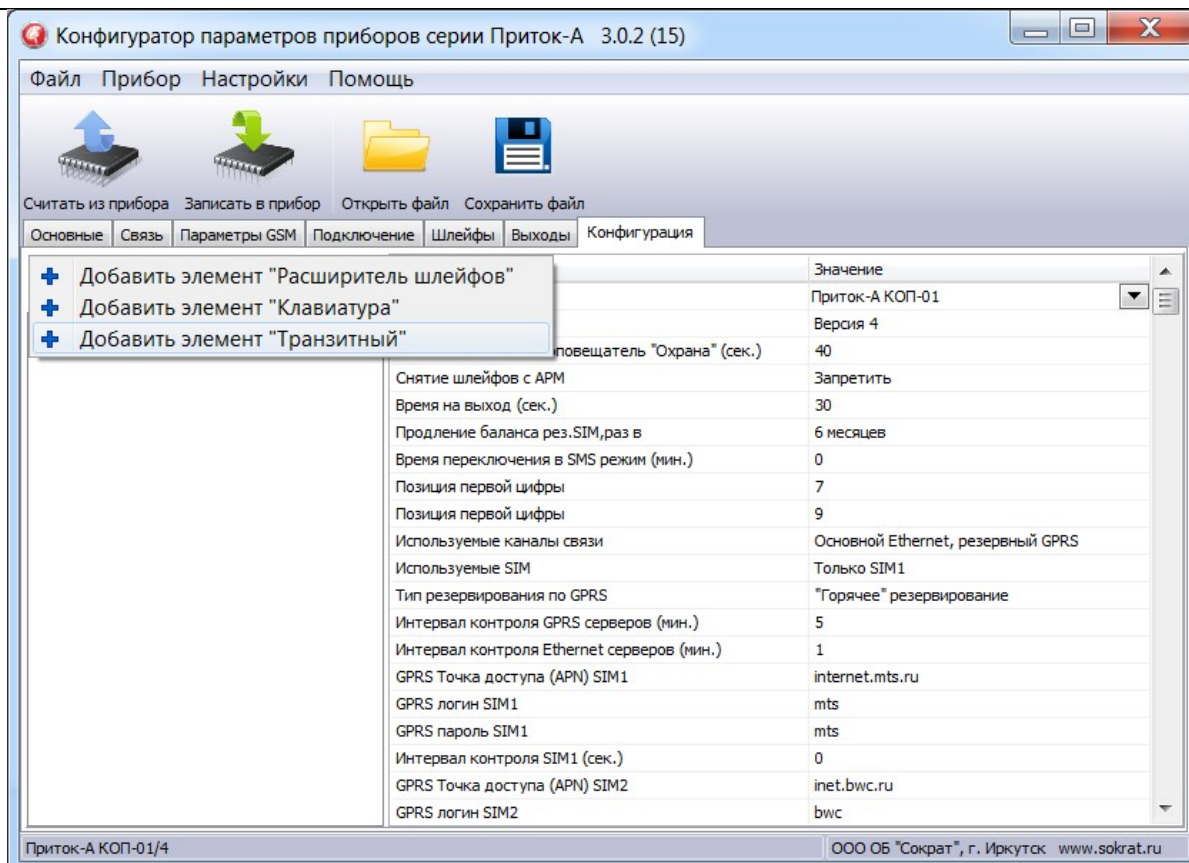

Рисунок 4
2) В окне программы перейдите во вкладку **«Конфигурация»**. Появится окно настроек параметров КОП. Нажмите кнопку  («Добавить модуль к текущему узлу»), выберите из списка «Добавить элемент Транзитный» (см. рисунок 4). Нажмите **«ОК»** в появившемся окне «Выбор прибора».